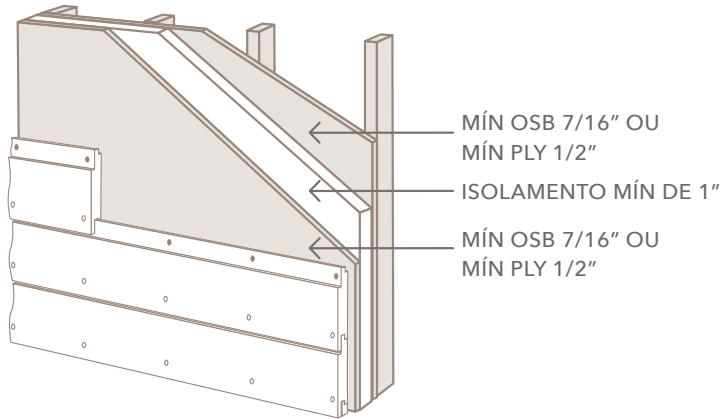

FIG. 8
- Isolamento mínimo de 1" sobre emplacamento de OSB de no mín 7/16" ou de plywood de 1/2". (Fig. 8)